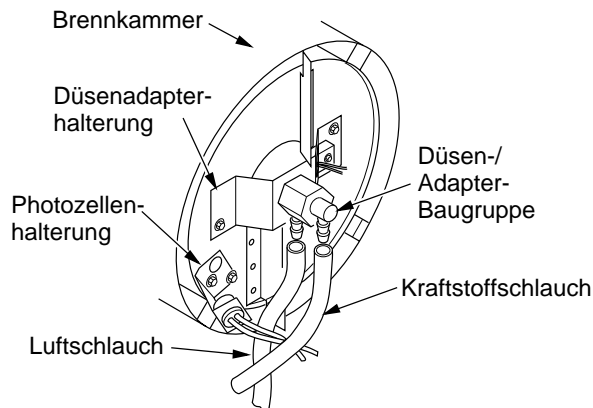
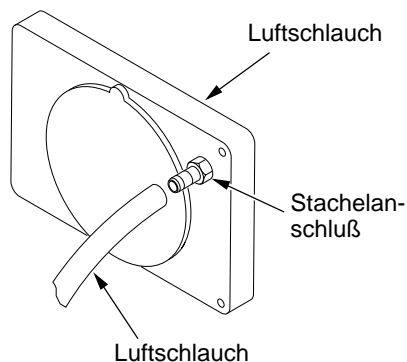

Abbildung 17 - Austauschen der Kraftstoff- und Luftleitungen (nur Modell GK20)
Abbildung 21 - Luftschlauch an Stachelanschluß
14. Die Photozelle in der Photozellenhalterung montieren. Die Kabel wie in Abb. 17 oder 18 auf Seite 11 dargestellt verlegen.
3. Den Kraftstoff- und Luftschlauch von der Düsenbaugruppe entfernen (siehe Abb. 17 oder 18).
4. Die Kraftstoff- und Luftschläuche auf Risse und/oder Löcher überprüfen. Wenn der Kraftstoffschlauch beschädigt ist, muß dieser vom Düsenadapter (siehe Abb. 17 oder 18) und Kraftstofffilter (siehe Seite 8) abgetrennt werden. Wenn der Luftschlauch beschädigt ist, muß dieser vom Düsenadapter (siehe Abb. 17 oder 18) und Stachelanschluß am Pumpendeckel (siehe Abb. 21) abgetrennt werden.
5. Einen neuen Luft- und/oder Kraftstoffschlauch montieren. Ein Ende des Luftschauchs am Stachelanschluß des Pumpendeckels (siehe Abb. 21), das andere Ende am Düsenadapter befestigen (siehe Abb. 17 oder 18). Ein Ende des Kraftstoffschlauchs am Kraftstofffilter (siehe Seite 8) und das andere Ende am Düsenadapter (siehe Abb. 17 oder 18) montieren.
Bei den Heizgerätmodell GK20 müssen die Luft- und Kraftstoffschläuche wie in Abb. 17 dargestellt verlegt werden.